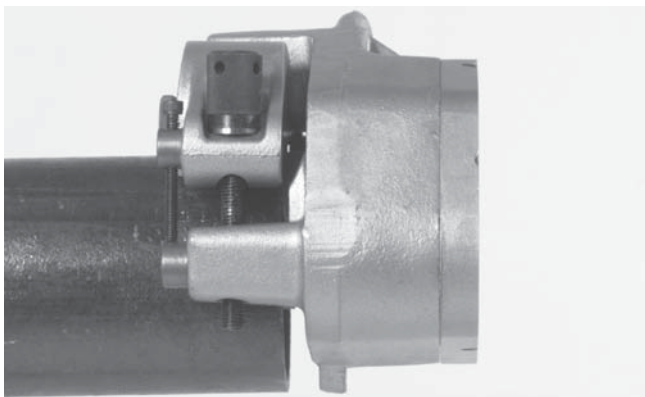

Рисунок 3 – Расположение желобонакатчика на трубе
2. С помощью ходового винта расположите модель 915 на трубе (рисунок 3).